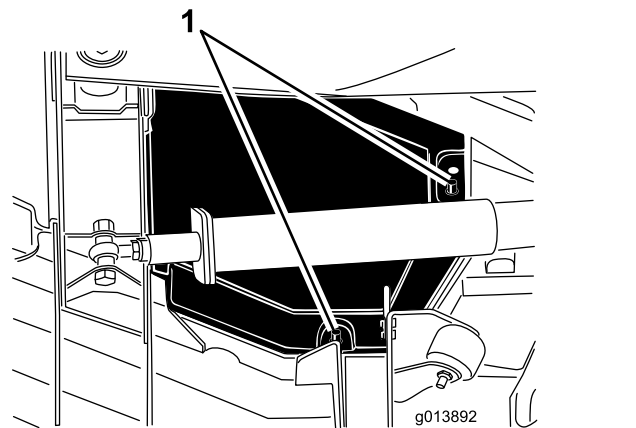

Figure 66
4. Soulevez les bords arrière et intérieur du carter pour le dégager des supports de montage (Figure 66).